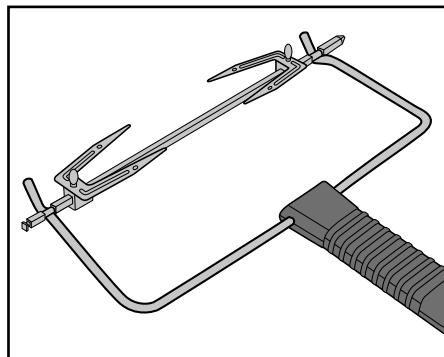

Fig. 3 : Accrochage de la pince **12** avec le tournebroche **16**.
- Pour retirer le tournebroche chaud **16**, saisissez-le avec le crochet situé à l'extrémité de la pince **12** dans les rainures du tournebroche **16** (fig. 3) :